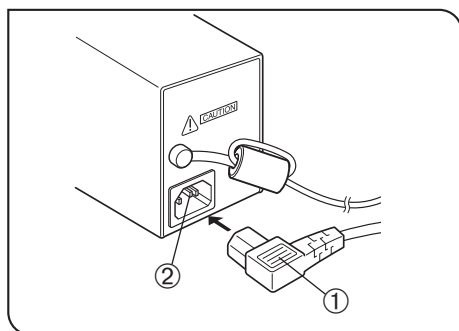

Рис. 42
Пользование блоком питания TL4 (рис. 42)
1. Прочно вставьте соединитель ① шнура питания в входное гнездо ② блока TL4 (рис. 42).